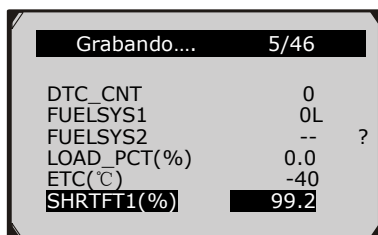

Figura 5.26
- 5) Espere a que el DTC active la grabación o presione **OK** para comenzar la grabación. (Figura 5.26)
- 7) Espere a que el DTC active la grabación o presione **OK** para comenzar la grabación. (Figura 5.26)